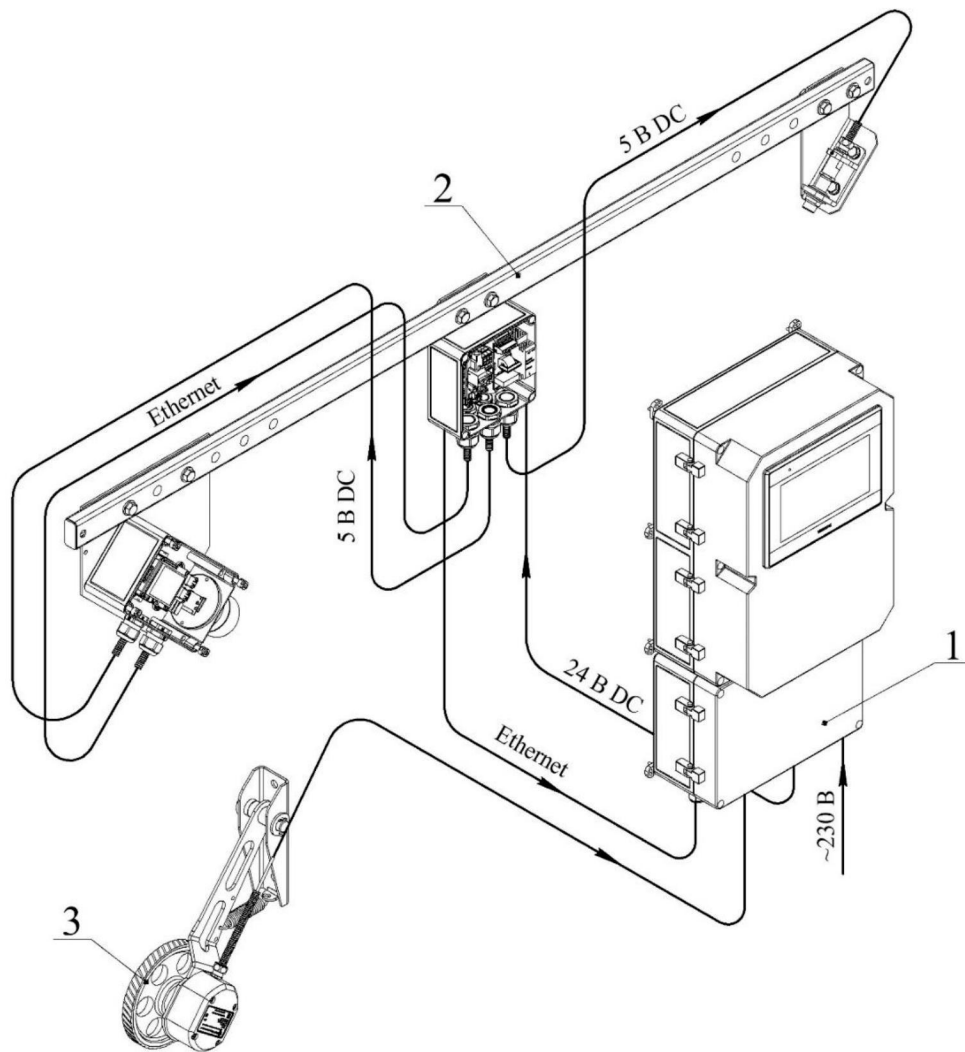

Рисунок 1 – Структурная схема ВКО
ВКО (рисунок 1) структурно состоит из блока обработки и визуализации БОВ (1), одного или двух устройств измерения площади сечения УИПС (2) и одного или двух датчиков контроля скорости энкодерных ДКСЭ (3).